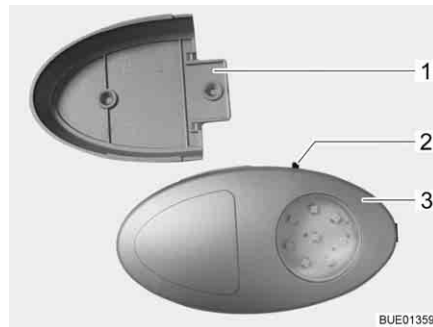

Fig. 84 Luce armadio guardaroba
- ▷ È possibile estrarre la luce armadio guardaroba dal supporto a vite (Fig. 84,1) e utilizzarla come torcia elettrica.
L'interruttore di accensione/spegnimento (Fig. 84,2) è montato direttamente sulla luce armadio guardaroba (Fig. 84,3).